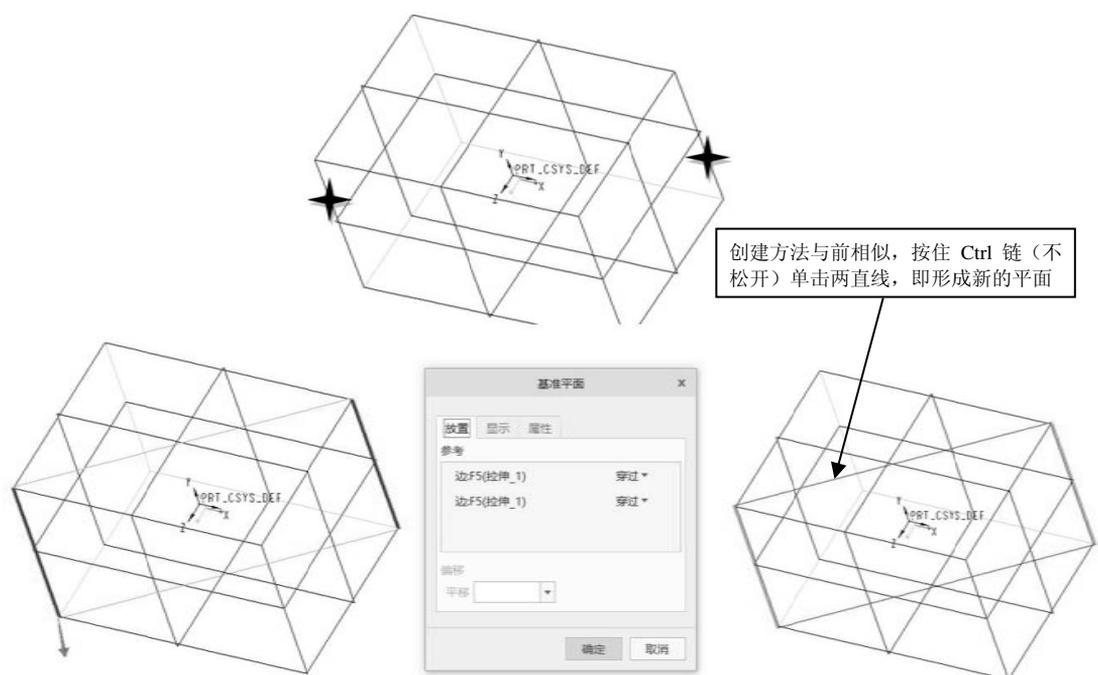
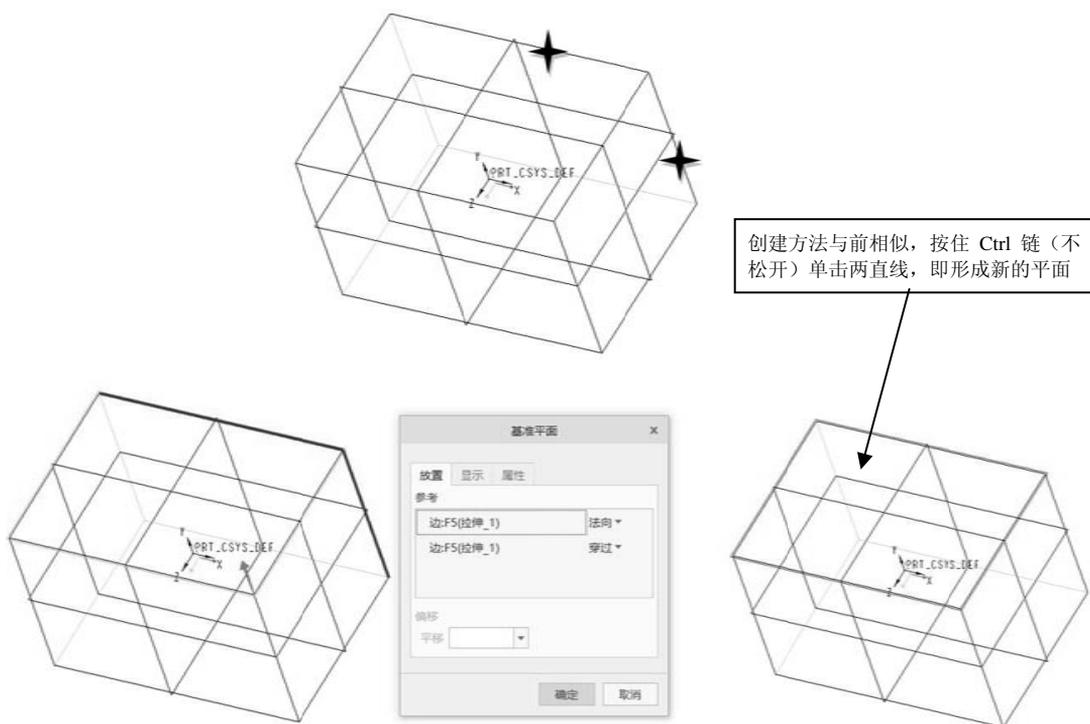

图 3-8
图 3-9
(3) 通过两直线创建平面，具体创建方法见图 3-8 和图 3-9。